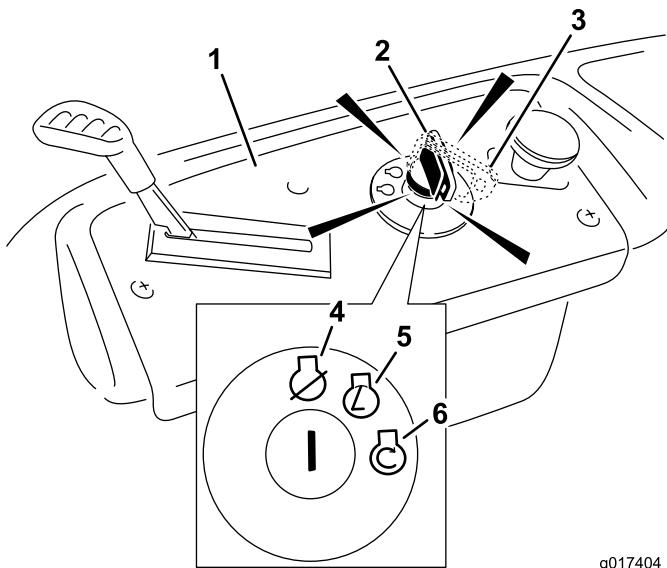

Figura 14
| 4. Rode a chave da ignição para a posição Start para ligar o arrancador (Figura 14). | |
5. Depois de o motor arrancar, empurre a alavanca do estrangulador do ar (Figura 14).
3. Desligue a chave da ignição (Figura 14) e retire a chave.